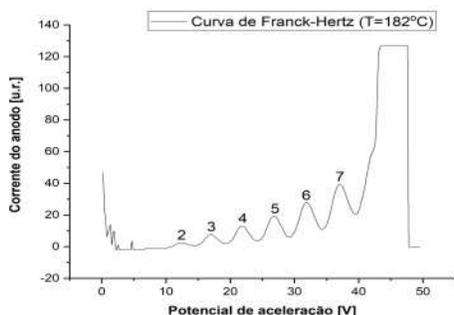

Figura 1 - Ordem de aparecimento dos picos de corrente na curva $I(V_A)$.
0.3.2 Faça um gráfico $I(V_A)$ e enumere os picos como mostrado na figura 1 abaixo.
Obs_9: Para determinar a posição dos picos e vales com precisão, primeiramente faça um ajuste parabólico na curva da figura 1 para subtrair a tendência de crescimento da curva. Com o resíduo do